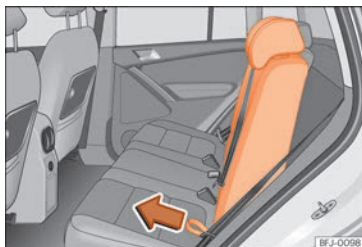

Fig. 155 Rabattement et redressement du dossier de la banquette arrière.
- Tirez sur la dragonne »» fig. 155 vers l'avant dans le sens de la flèche tout en retenant le dossier du siège et en le rabattant lentement vers l'avant »» ⚠.